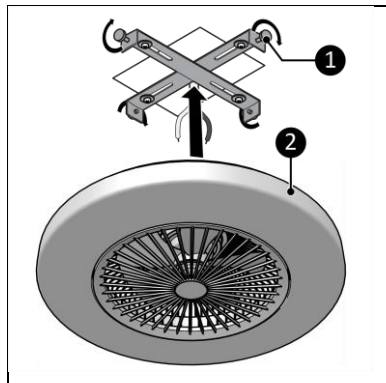

Abbildung 6
9. Verwenden Sie die seitlichen Schrauben (Abbildung 6, Pos. 1) um den Ventilator (Abbildung 6, Pos. 2) an der Aufhängelasche aufzuhängen.